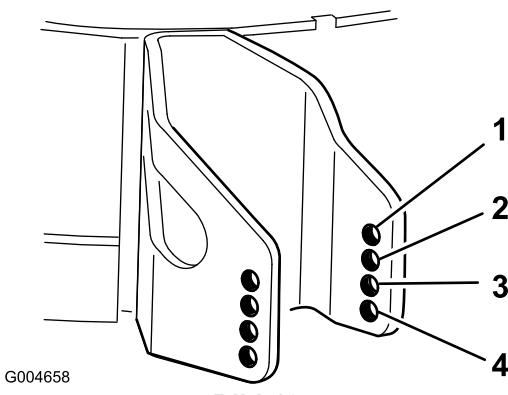

Bild 19
- Wählen Sie ein Loch, bei dem die Antiskalpierrolle der gewünschten Schnitthöhe so nahe wie möglich ist (Bild 19).